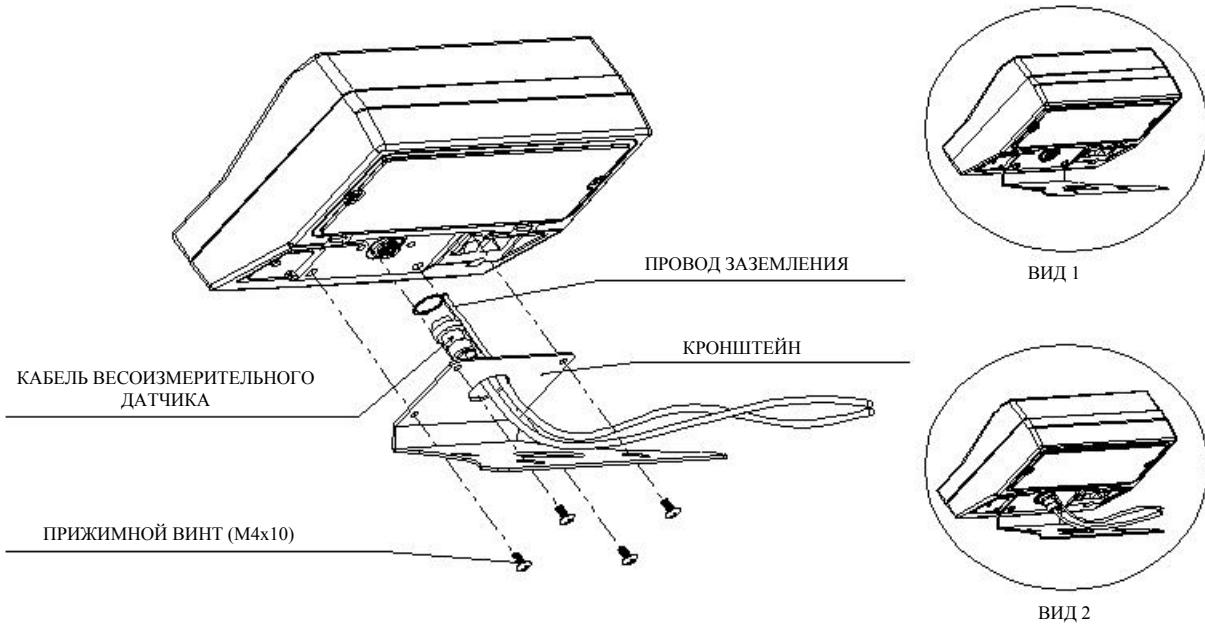

Рисунок 5.2 – Схема сборки весов без стойки.
- Закрепите кронштейн на задней стороне индикатора при помощи винтов (см. вид 1, рисунок 5.2).
□ Подсоедините концы заземляющего провода и кабеля платформы к контактам на задней стороне индикатора (см. вид 2, рисунок 5.2).